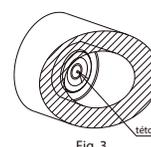

Fig. 3
1. La plupart des problèmes sur tour sont dus à un écart de la hauteur centrale. La hauteur centrale est considérée comme appropriée lorsqu'il reste un noyau d'environ 0,5 mm de diamètre au centre de la face plane. (Fig. 3)